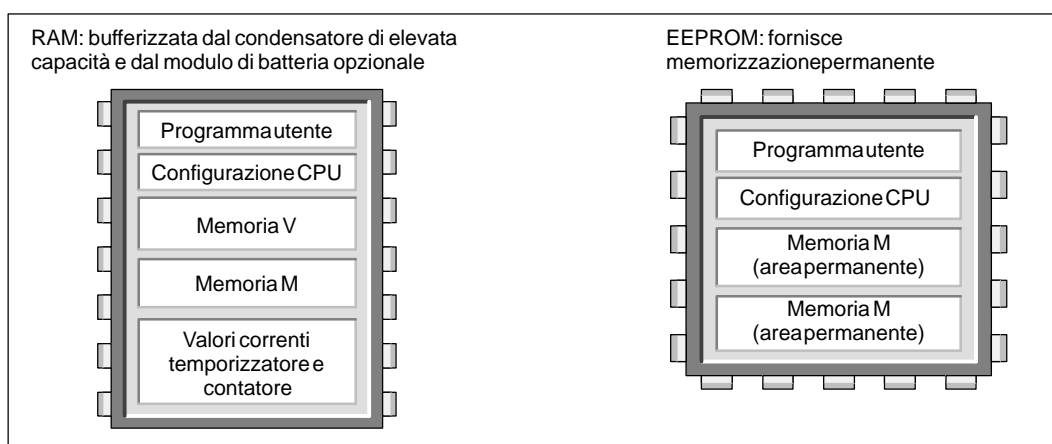

Figura 7-11 Aree di memorizzazione delle CPU S7-200
- La CPU fornisce una memoria EEPROM per la memorizzazione permanente del programma utente, delle aree di dati selezionate e dei dati di configurazione della CPU con cui si sta operando. Vedere figura 7-11.